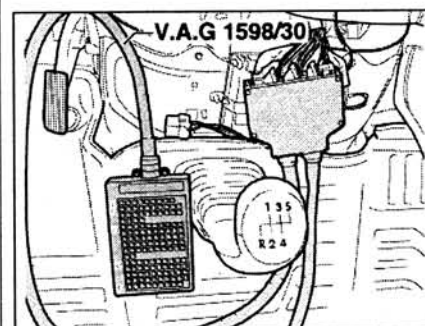

Рис. 3.62. Присоедините считыватель кодов неисправностей V.A.G 1598/30 к жгуту проводов блока управления двигателем.
4. Если заданное значение достигается: присоедините считыватель кодов неисправностей V.A.G 1598/30 к жгуту проводов блока управления двигателем (рис. 3.62).
- присоедините считыватель кодов неисправностей V.A.G 1598/30 к жгуту проводов блока управления двигателем (рис. 3.62);
- присоедините считыватель кодов неисправностей V.A.G 1598/30 к проводам блока управления (рис. 3.62);